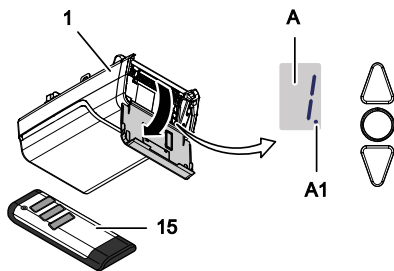

Fig. 4: Betjeningselementer
Monter tilkoblingskonsollen (11) på garasjeporten (fig. 4).